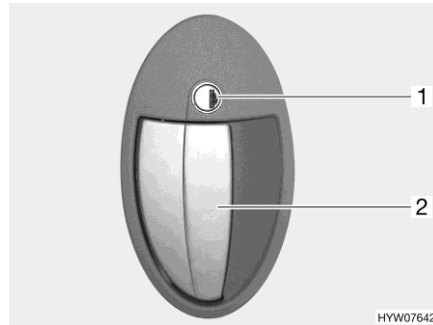

Bild 33 Türschloss (Eingangstür außen)
- Schlüssel in Schließzylinder (Bild 33,1) stecken und im Uhrzeigersinn drehen, bis das Türschloss entriegelt ist.
- Am Türgriff (Bild 33,2) ziehen. Die Tür ist geöffnet.
- Schlüssel in Schließzylinder (Bild 33,1) stecken und entgegen dem Uhrzeigersinn drehen, bis das Türschloss verriegelt ist.